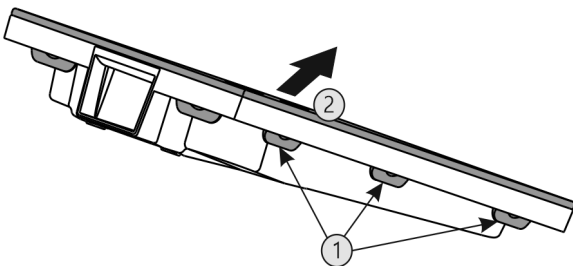

Fig. 50
- ▶ Alle lippen Fig. 50 (1) achtereenvolgens indrukken en de afdekking Fig. 50 (2) verwijderen.